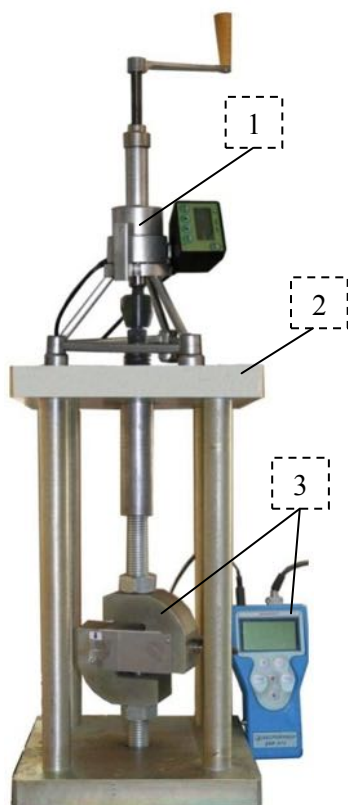

Рисунок 1
6.4.1 Для проведения измерений измеритель (1) и динамометр (3) установить на стенд (2) (рисунок 1). Вращая рукоятку силовозбудителя по часовой стрелке выбрать зазоры в винтовых соединениях, включить питание и провести автоподстройку измерителя и динамометра в соответствии с РЭ.